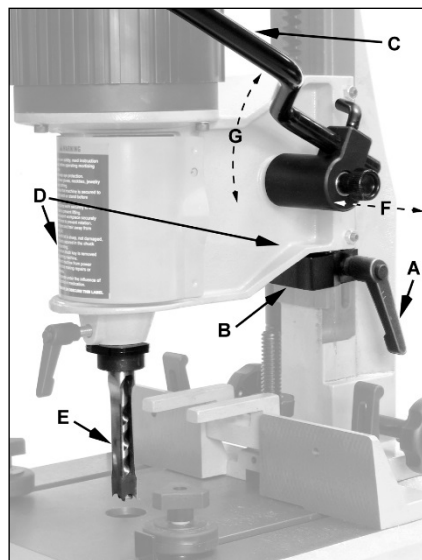

Рис. 12
Установите упор глубины (A, Рис. 12) на требуемую величину реза.
Опустите головку (D, Рис. 12) так, чтобы резец (E) оказался на отметке нужной глубины обработки.
Вытяните втулку (F, Рис. 12) из головки станка и установите ее под нужным углом.